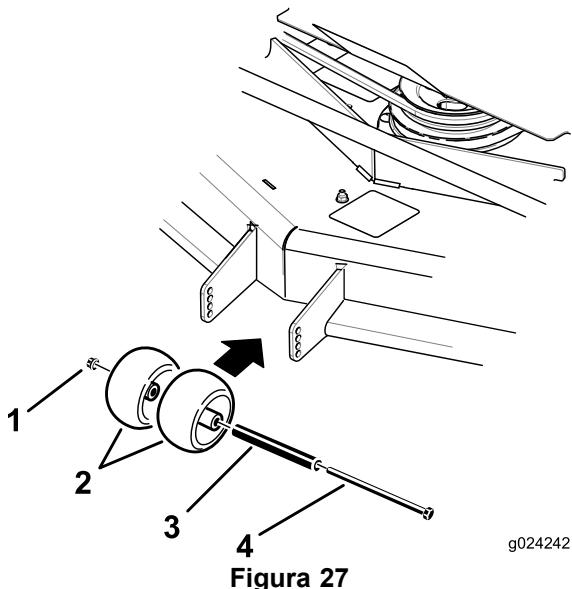
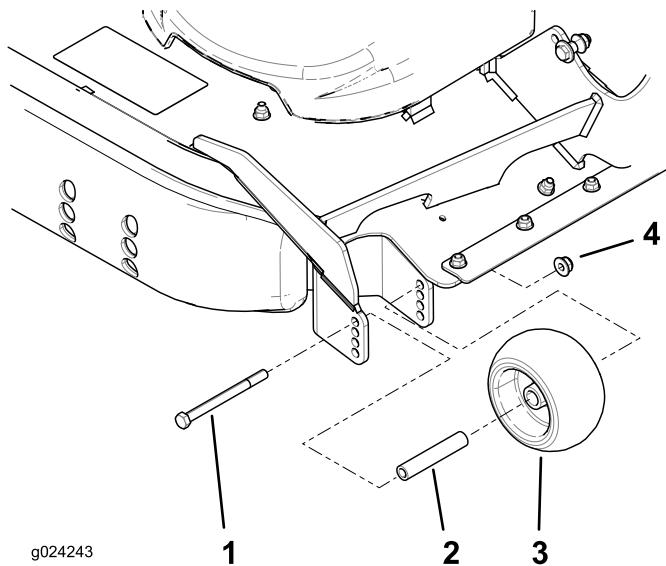

Figura 27
Figura 28
- Ajuste los rodillos protectores del césped según se muestra en Figura 27 y Figura 28 a la posición de altura de corte más próxima.